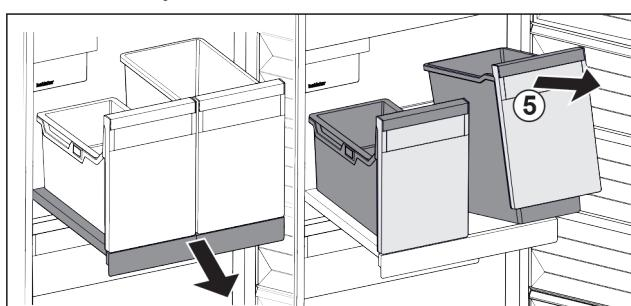

Fig. 104
- Nadvihnite nádobu Fig. 104 (5) vpredu.